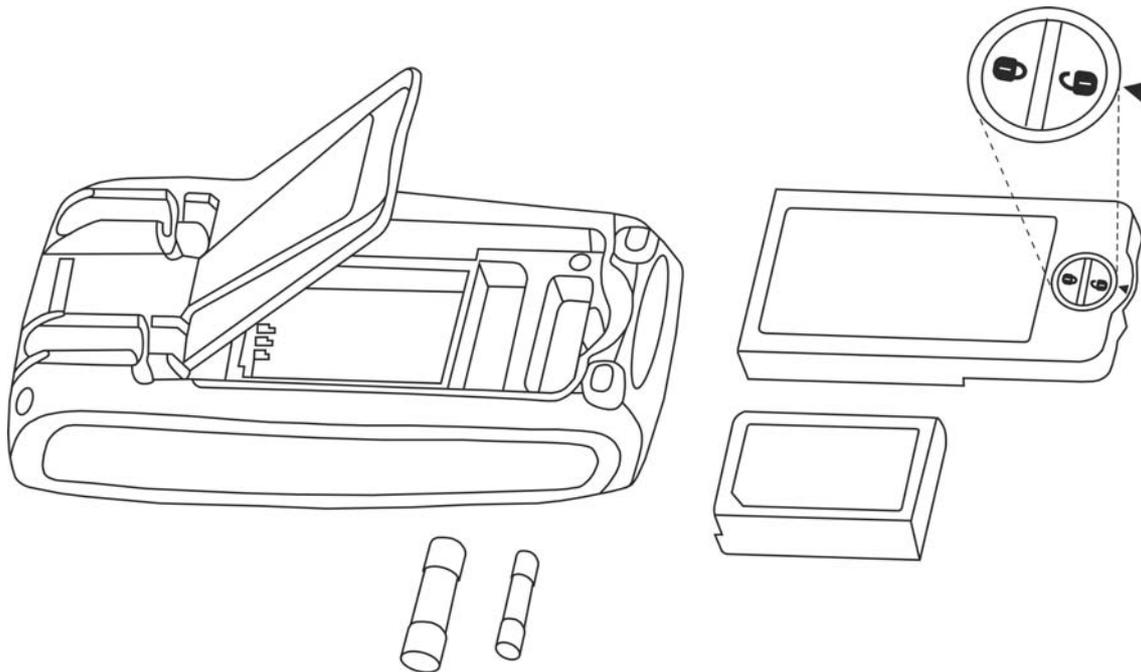

Fig. 32: Remplacement des fusibles internes
2. Tourner la vis de fixation du compartiment à batterie de la position «  » à la position «  » et le retirer (voir Fig. 32)